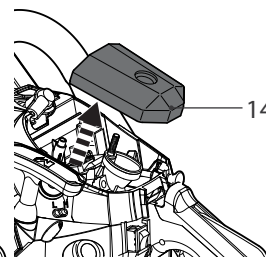

Fig. 55
- > Sortez le filtre à air [14] (Fig. 55) et séparez les deux moitiés.